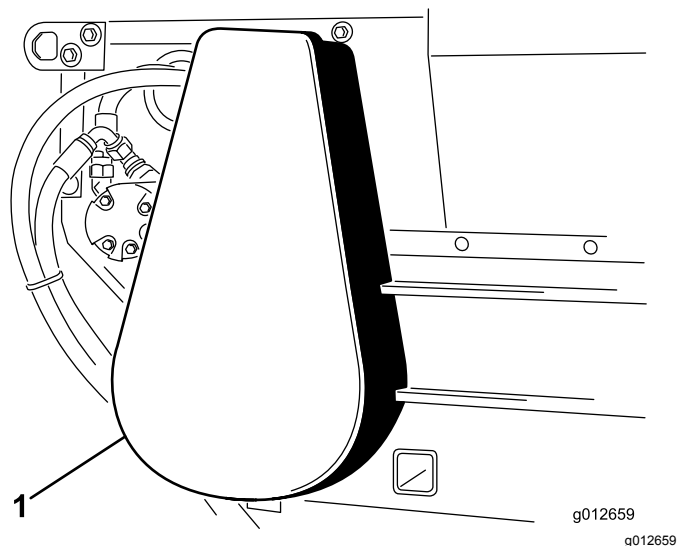

図 23
2. チェーンカバーを取り外す 図 23。
6. チェーンカバーを取り付ける 図 23。